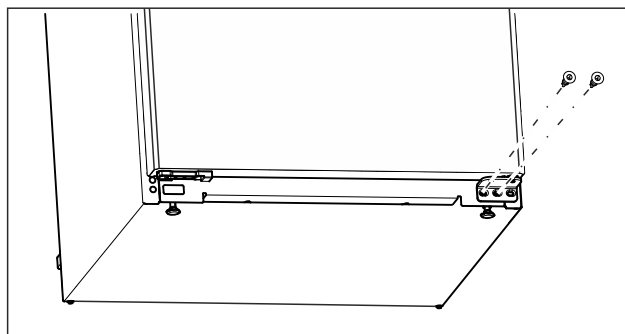

Fig. 14
- ▶ Відкрутіть середній гвинт на нижньому опорному кронштейні за допомогою викрутки Torx 20. (див. Fig. 14)
- ▶ Відкрутіть внутрішній гвинт на нижньому опорному кронштейні за допомогою викрутки Torx 20. (див. Fig. 14)